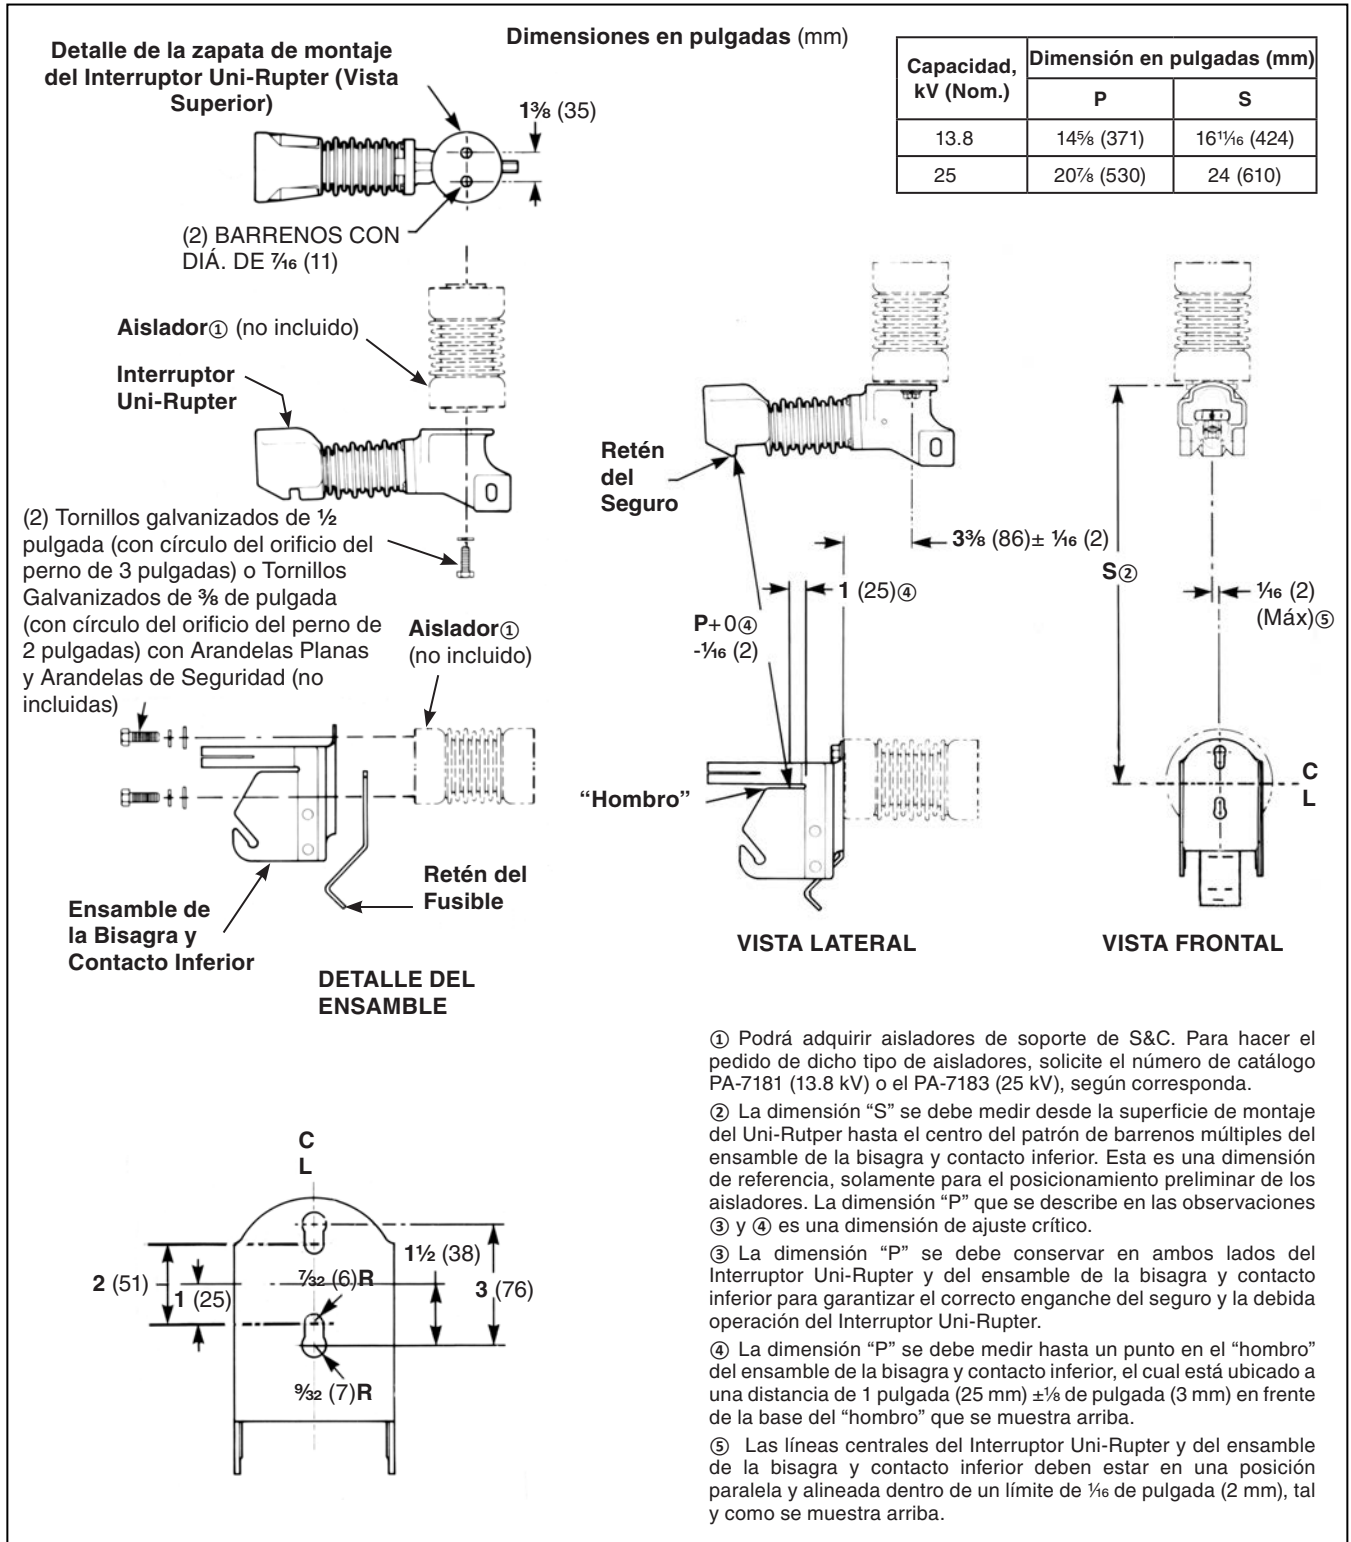
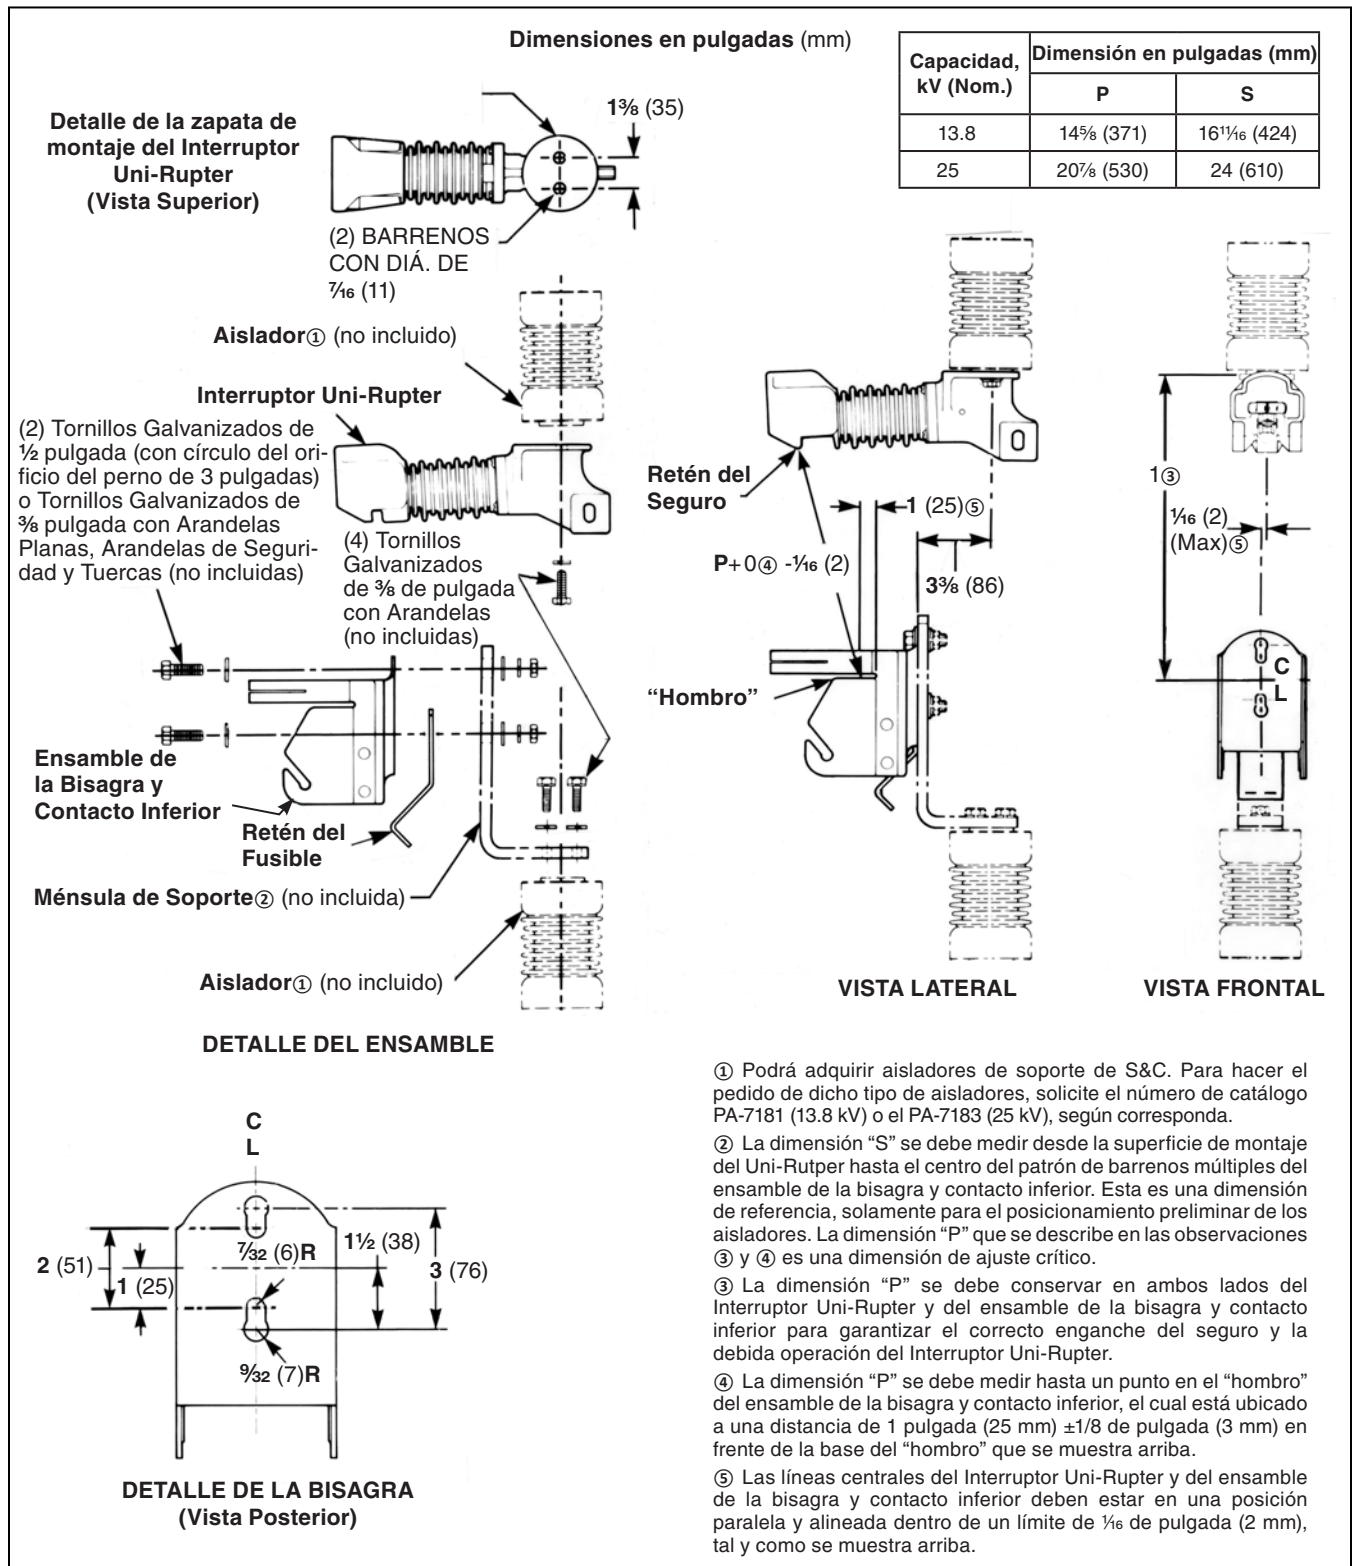

Figura 1. Configuración de montaje que utiliza un ensamble de la bisagra y contacto inferior con soporte posterior.
Figura 3. Configuración de montaje que utiliza un ensamble de la bisagra y contacto inferior con soporte inferior.
Estas partes vivas se pueden empotrar como se muestra en la Figura 1 en la página 9 o Figura 3 en la página 11. Las instrucciones de instalación para la configuración de montaje que se ilustra en la Figura 1 se proporcionan a continuación. Las instrucciones de instalación para la configuración de montaje que se ilustra en la Figura 3 se encuentran al inicio de la página 10.
**PASO 1.** Instale los aisladores (los cuales no se incluyen con las partes vivas) en las ubicaciones que se muestran en la Figura 1 en la página 9, con los tornillos de montaje un poco apretados pero lo suficientemente flojos para permitir que se realicen ajustes posteriormente.
**PASO 2.** Enganche el Interruptor Uni-Rupter al aislador superior tal y como se muestra en la Figura 1 en la página 9, Utilice dos tornillos galvanizados de  $\frac{3}{8}$  de pulgada con arandelas (las cuales no vienen incluidas). Apriete completamente los tornillos de montaje del Interruptor Uni-Rupter.
**PASO 3.** Enganche el ensamble de la bisagra y contacto inferior (incluyendo el retén del fusible) al aislador con un círculo de orificio del perno de 2 pulgadas, tal y como se muestra en la Figura 1 en la página 9, utilice dos tornillos galvanizados de  $\frac{3}{8}$  de pulgada con arandelas de seguridad y arandelas planas (no incluidas). Apriete completamente los tornillos de montaje del ensamble de la bisagra y contacto inferior.
**Nota:** El ensamble de la bisagra y contacto inferior también se puede montar directamente sobre un aislador con círculo de orificio del perno de 3 pulgadas, utilizando tornillos galvanizados de  $\frac{1}{2}$  pulgada con arandelas de seguridad y arandelas planas (ver el Detalle de la Bisagra, Figura 1 en la página 9).
**PASO 4.** Verifique para estar seguro que la línea central del Interruptor Uni-Rupter y la línea central del ensamble de la bisagra y contacto inferior estén en una posición paralela y alineada dentro de un límite de  $\frac{1}{16}$  de pulgada (2 mm), tal y como se muestra en la Figura 1 (Vista Frontal) en la página 9. Mueva el aislador superior (con el Interruptor Uni-Rupter enganchado) de un lado al otro según sea necesario hasta que la alineación sea correcta. Después, apriete completamente los tornillos de montaje del aislador superior.
**PASO 5.** Mida con precisión la distancia desde el borde inferior del retén del seguro del Interruptor Uni-Rupter hasta el “hombro” en el ensamble de la bisagra y contacto inferior (Dimensión “P”), tal y como se muestra en la Figura 3 en la página 11. Mueva el aislador hacia el Interruptor Uni-Rupter o aléjelo de éste según sea necesario para que la esta dimensión esté dentro de los límites de tolerancia especificados para la Dimensión “P”. Verifique para estar seguro que la Dimensión “P” se conserve dentro de los límites correctos en ambos lados del Interruptor Uni-Rupter y del ensamble de la bisagra y contacto inferior, y también que el Interruptor Uni-Rupter y el ensamble de la bisagra y contacto inferior aún estén debidamente alineados como se describió en el paso 4 en la página 8. Después, apriete completamente los tornillos de montaje del aislador inferior.
**PASO 1.** Instale los aisladores (no se incluyen con las partes vivas) en las ubicaciones que se muestran en la Figura 3 en la página 11, dejando los tornillos de montaje del aislador superior un poco apretados, pero al mismo tiempo lo suficientemente flojos como para permitir que se realicen ajustes posteriormente. Apriete completamente los tornillos de montaje que sujetan el aislador inferior a la estructura.
**PASO 2.** Sujete el Interruptor Uni-Rupter al aislador superior, tal y como se muestra en la Figura 3 en la página 11 utilizando dos tornillos galvanizados de 3/8 de pulgada con arandelas de seguridad (no vienen incluidos). Apriete completamente los tornillos de montaje del Interruptor Uni-Rupter.
**PASO 3.** Sujete una de las ménsulas de soporte del ensamble de la bisagra y contacto inferior (no incluida) al aislador inferior utilizando dos tornillos galvanizados de 3/8 de pulgada con arandelas de seguridad, tal y como se muestra en la Figura 3 en la página 11. Apriete completamente los tornillos de montaje que sujetan la ménsula de soporte a su aislador.
**PASO 4.** Sujete el ensamblaje de la bisagra y contacto inferior (incluyendo el retén del fusible) a la ménsula de soporte, tal y como se muestra en la Figura 3 en la página 11, utilizando dos tornillos galvanizados de  $\frac{1}{2}$  pulgada con arandelas planas, arandelas de seguridad, y tuercas (no incluidas). Los tornillos de montaje que sujetan el ensamblaje de la bisagra y contacto inferior a la ménsula de soporte debe estar un poco apretados pero lo suficientemente flojos como para permitir que se realicen ajustes posteriormente.
**PASO 5.** Verifique para estar seguro que la línea central del Interruptor Uni-Rupter y la línea central del ensamblaje de la bisagra y contacto inferior estén en una posición paralela y alineada dentro de un límite de  $\frac{1}{16}$  de pulgada (2 mm), tal y como se muestra en la Figura 3 (Vista Frontal) en la página 11. Mueva el aislador *superior* (con el Interruptor Uni-Rupter enganchado) de un lado al otro según sea necesario hasta que la alineación sea correcta. Después, apriete completamente los tornillos de montaje del aislador superior.
**PASO 6.** Mida con precisión la distancia desde el borde inferior del retén del seguro del Interruptor Uni-Rupter hasta el “hombro” en el ensamblaje de la bisagra y contacto inferior, tal y como se muestra en la Figura 3 en la página 11. Mueva el aislador hacia el Interruptor Uni-Rupter o aléjelo de éste según sea necesario para que la dimensión esté dentro de los límites de tolerancia especificados para la Dimensión “P” como se muestra en la Figura 3. Verifique para estar seguro que la Dimensión “P” se conserve dentro de los límites correctos en *ambos* lados del Interruptor Uni-Rupter y del ensamblaje de la bisagra y contacto inferior, y también que el Interruptor Uni-Rupter y el ensamblaje de la bisagra y contacto inferior aún estén debidamente alineados como se describió en el paso 5. Después, apriete completamente los tornillos de montaje del ensamblaje de la bisagra y contacto inferior.